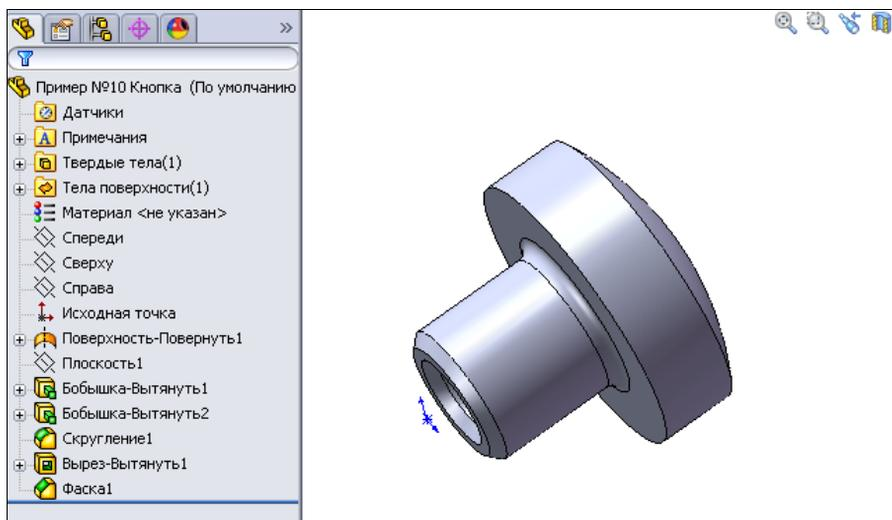

Рис. 2.128
14. Закончим построение детали Кнопка с использованием вспомогательной поверхности и команды вытягивания бобышки до этой поверхности, нажав **ОК**  (рис. 2.128).